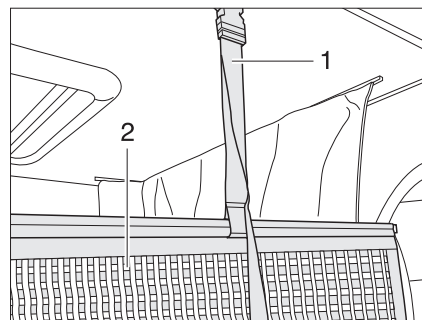

Fig. 94 Fixation filet de sécurité
Le filet de sécurité (Fig. 94,2) et les sangles de retenue sont rangés sous le matelas. Ne tendre le filet de sécurité qu'une fois que les personnes se trouvent dans le lit escamotable.
- Faire s'enclencher les sangles de retenue (Fig. 94,1) dans les œillets du plafond.